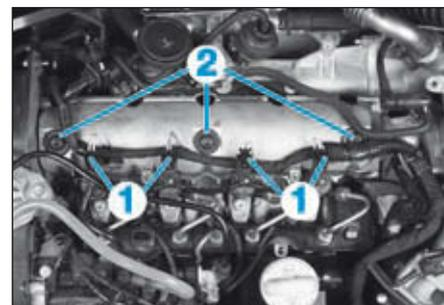

FIG.67
- Débrancher les connecteurs (1) (Fig.67).
- les vis (2),